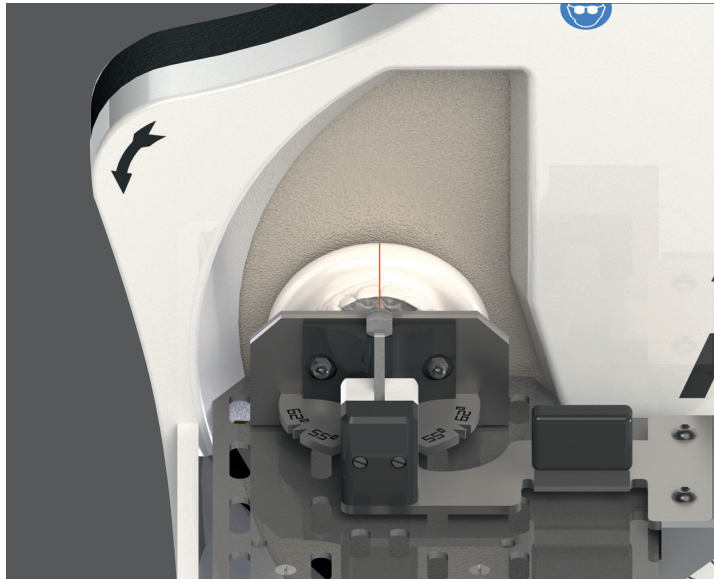

Abb. 9
- Das OK-Modell mit der Okklusion gegen den Anschlag legen und in dieser Lage festgehalten (Abb. 9) gegen die Trimmerscheibe schieben.